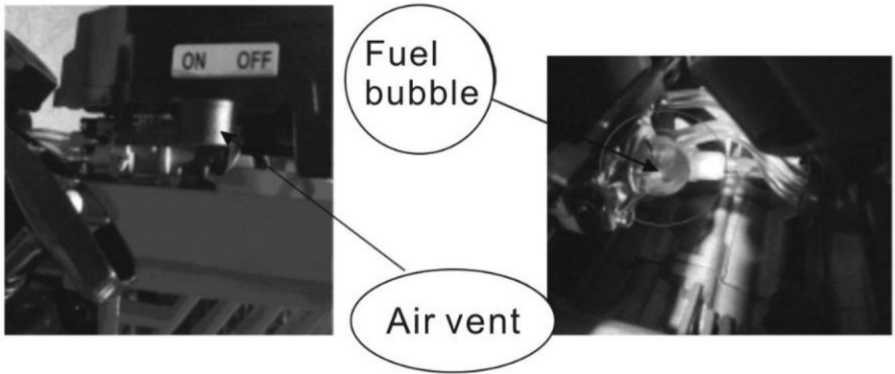

Fig 3
1. Avant le premier démarrage de la nouvelle machine, appuyez à nouveau sur le carburant transparent bulle (voir Fig. 3) pour remplir complètement le carburateur de carburant.